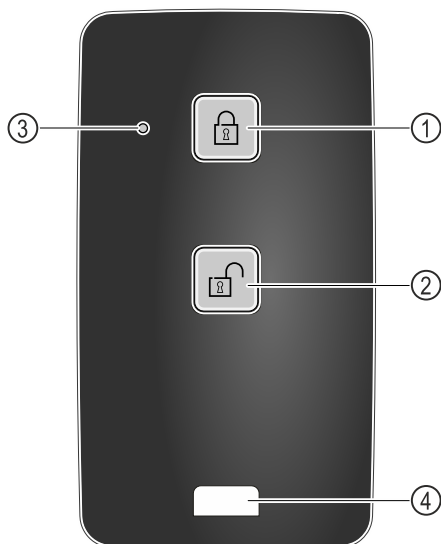

Fig. 221
- (1) Zablokování zámku
- (2) Odblokování zámku
- (3) Stavová LED
- (4) Upevňovací očko
- Na dálkovém ovládání stisknete tlačítko Fig. 221 (1).
- Na dálkovém ovládání stisknete tlačítko Fig. 221 (2).
- Stavová LED Fig. 221 (3) vydá při stisknutí tlačítka optickou zpětnou vazbu.
- Očko Fig. 221 (4) k upevnění dálkového ovládání, např. na svazek klíčů.